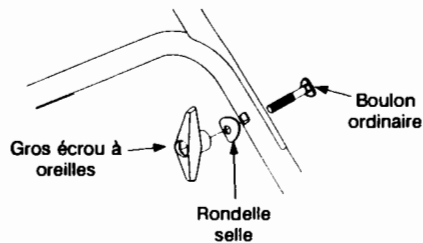

Figure 3
2. Attachez le guidon supérieur sur le guidon inférieur avec des boulons ordinaires courbés, rondelle selle et des gros écrou à oreilles. (Voir la figure 3).